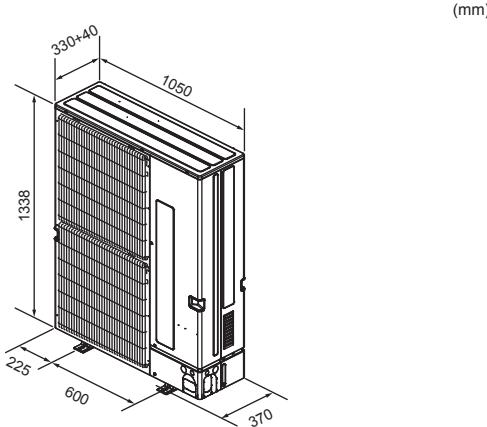

Fig. 2-1
2.3. Buitenaafmetingen (Buitenapparaat) (Fig. 2-1)